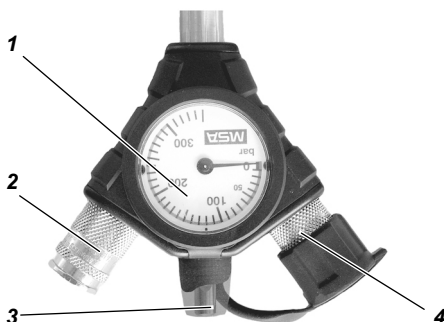

Fig. 3 Boîtier de commande
Le boîtier de commande (voir Fig. 3) est reliée à l'extrémité du tuyau HP et MP "SL". Elle comporte le manomètre (1), le raccord de la soupape à la demande (2) ainsi qu'un système d'avertissement acoustique (3) (sifflet d'alarme). Elle déclenche un signal d'alarme continu lorsque la pression de la bouteille chute en dessous de 55 ± 5 bar. Il est possible de raccorder une seconde soupape à la demande au second raccordement (4) (par ex. un dispositif de secours).